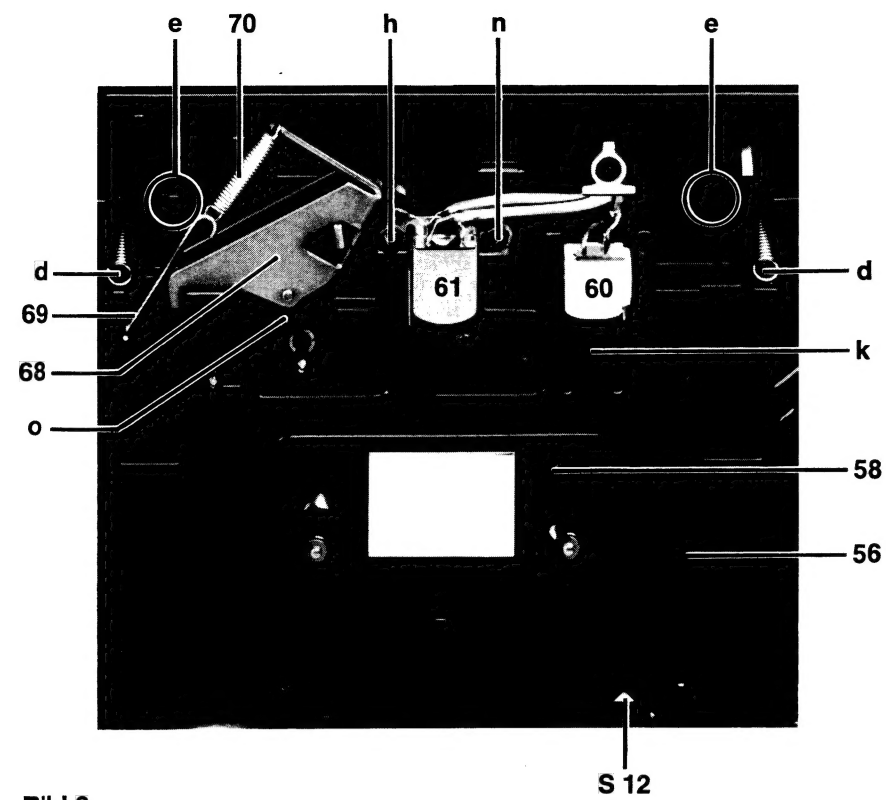

Bild 6
10. Schlitten 56 ausbauen (Bild 6)
11. Vorlaufkupplung 50 (Bild 6, 10)
12. Wickelteller 42 — Rücklauf (Bild 6, 10)
13. Andruckrollenhebel 68 (Bild 6)
Kontaktfedersatz S 12 [Bild 6]